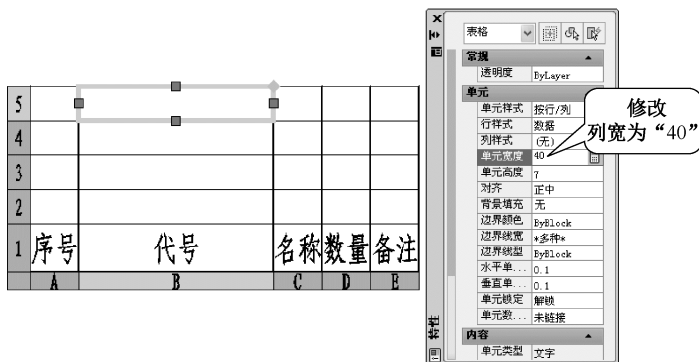

图 6-39 修改第二列的列宽
(3) 依次在每一列单元格内单击后并右击，选择“特性”选项，打开“特性”选项板，在“单元宽度”文本框中输入每一列的宽度值为 40、70、15、45（如图 6-39 所示为修改第二列的列宽为